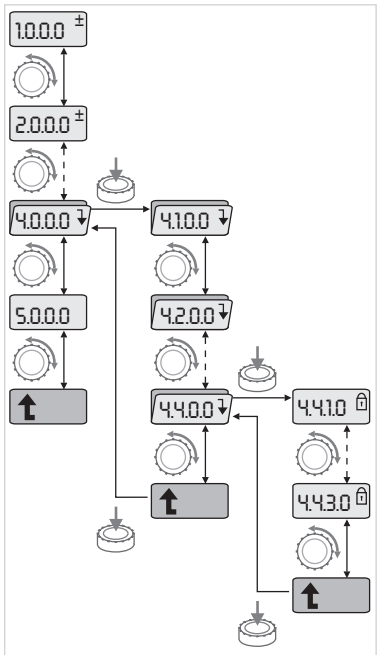

Fig. 39: 탐색의 예
- 메뉴에서의 일반적인 탐색 절차는 다음과 같이 실행할 수 있습니다(예는 Fig. 39 참조).